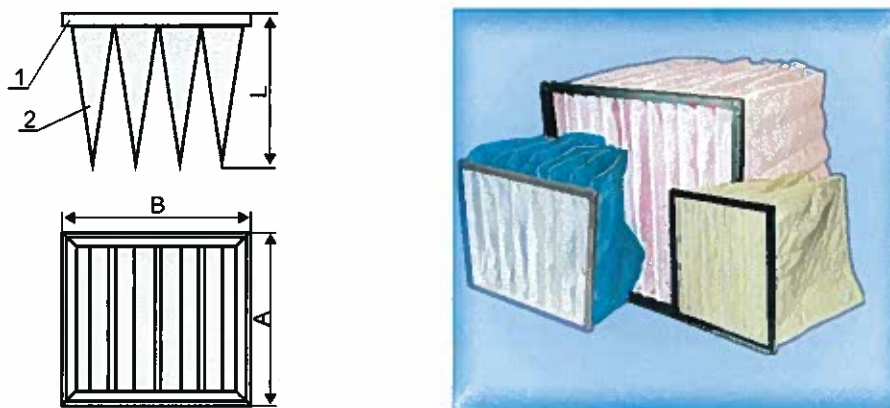

Рис. 1 Схема фильтра ФяК.
Фильтры (рис. 1) состоят из металлической или пластиковой рамки (1) и фильтрующего материала, соединенного в виде карманов (2). Противоположные поверхности карманов стянуты ограничителями, что препятствует их сильному раздуванию и слипанию смежных карманов. Фильтры ФяК также могут устанавливаться в секцию карманных фильтров типа СКФ (см. каталог ООО "НПП "ФОЛТЕР").